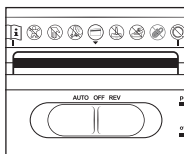

Abb. 2
- Führen Sie die Kreditkarte zwischen den Markierungen "I" mittig des Pfeils "▼" in die Schneidöffnung **14** ein (siehe Abb. 2). Sie können jeweils nur eine Kreditkarte schneiden. Führen Sie diese immer mit der breiten Seite voran in die Schneidöffnung **14** ein. Ansonsten wird der Magnetstreifen nicht zerstört.